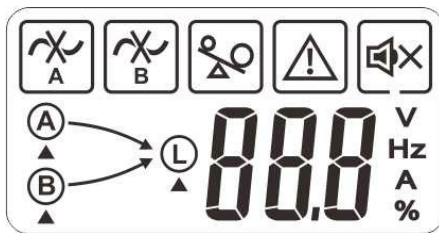

Fig. 7. Ecrã inicial mostrado nos primeiros instantes de arranque do equipamento.
- Durante um breve período, o ecrã LCD do painel de controlo será mostrado como na Fig. 7, com os três LED (f), (g) e (h) iluminados e decorrido este tempo aparecerá como na Fig. 7 com os LED (f) de «ENTRADA A» e (g) de «ENTRADA B» iluminados.
- O ecrã LCD do painel de controlo pode mostrar os ícones representados na Fig. 7 e definidos funcionalmente na Tab. 5.